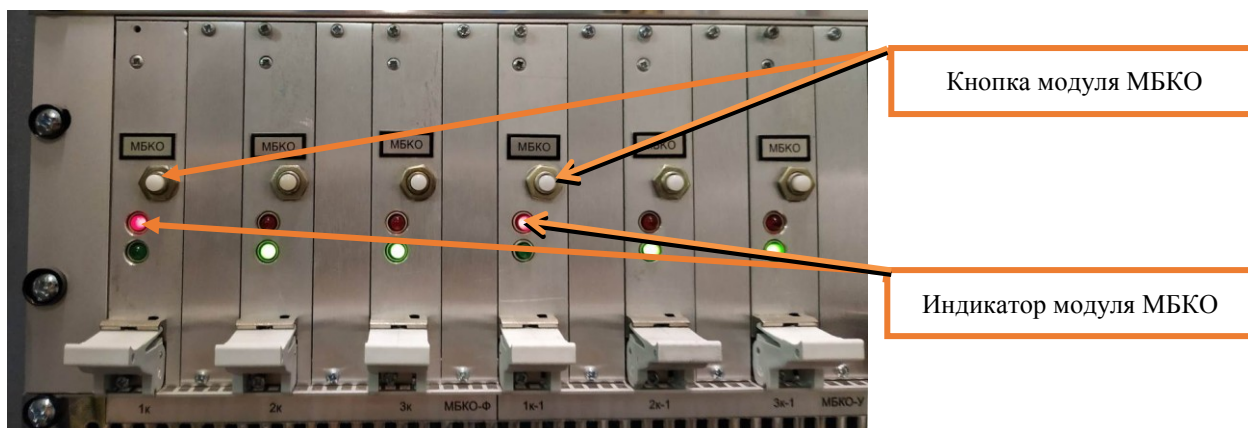

Рисунок 13. Индикаторы на панелях модулей МБКО
7.3.5 Убедиться, что индикаторы на лицевых панелях модулей МБКО-Ф соответствующего канала светят красным цветом (Рисунок 13).
7.3.9 Нажать на кнопки на соответствующих модулях МБКО-Ф (Рисунок 13).